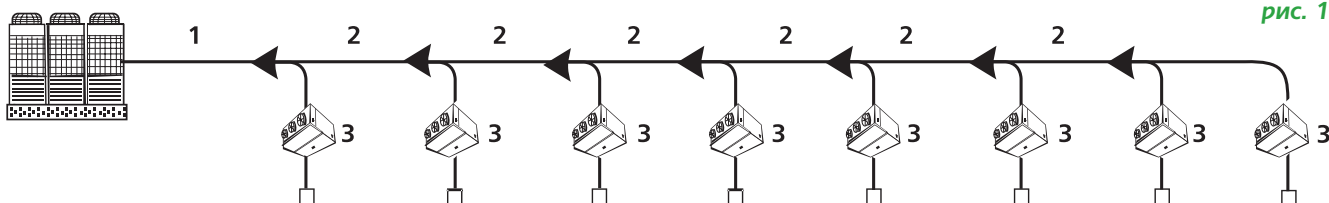

рис. 1
- ▶ Труба между наружным блоком и первым разветвителем (магистральный трубопровод). См. №1 на рис. 1.
- ▶ Трубное соединение между разветвителями без подключения к внутреннему блоку. См. №2 на рис. 1.
- ▶ Трубное соединение разветвителя с подключением к внутреннему блоку. См. №3 на рис. 1.